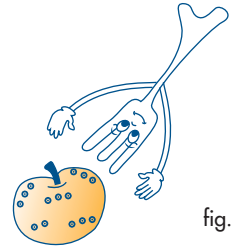

fig. 4
- 4) **Les aliments avec coquille ou peau (pommes, pommes de terre, tomates, saucisses de Strasbourg, poisson) doivent être piqués en plusieurs endroits avec une fourchette pour laisser la vapeur s'échapper et éviter que la peau ou la coquille n'éclate (Fig. 4)**